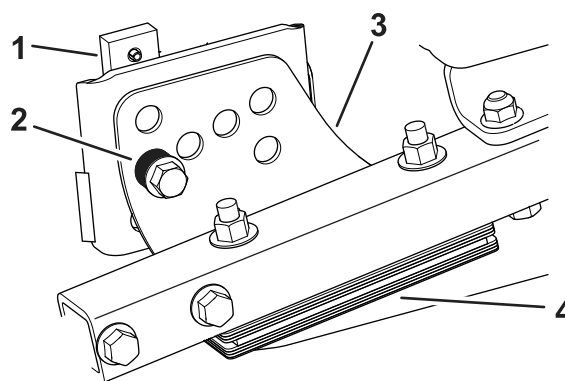

Рисунок 105
1. Снимите кронштейн высоты скашивания (передний, левый или правый) с рамы деки (Рисунок 105).
2. Установите регулировочные прокладки толщиной 1,5 мм и/или 0,7 мм между рамой деки и кронштейном, чтобы получить необходимую регулировку высоты (Рисунок 105).